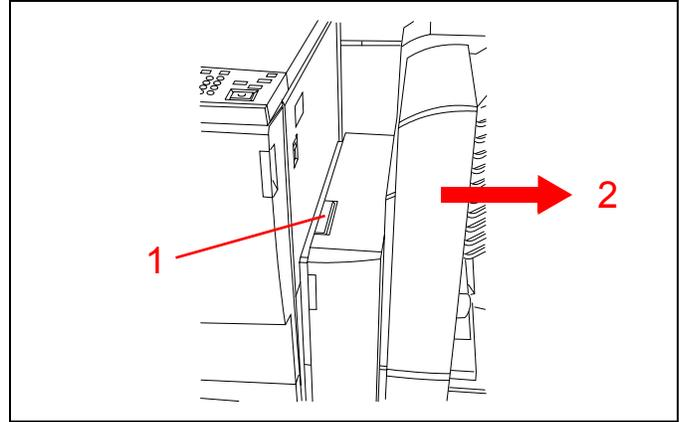

Figure 15
1. Reportez-vous à la Figure 15. Poussez le haut du verrou vers la trieuse/boîte aux lettres.